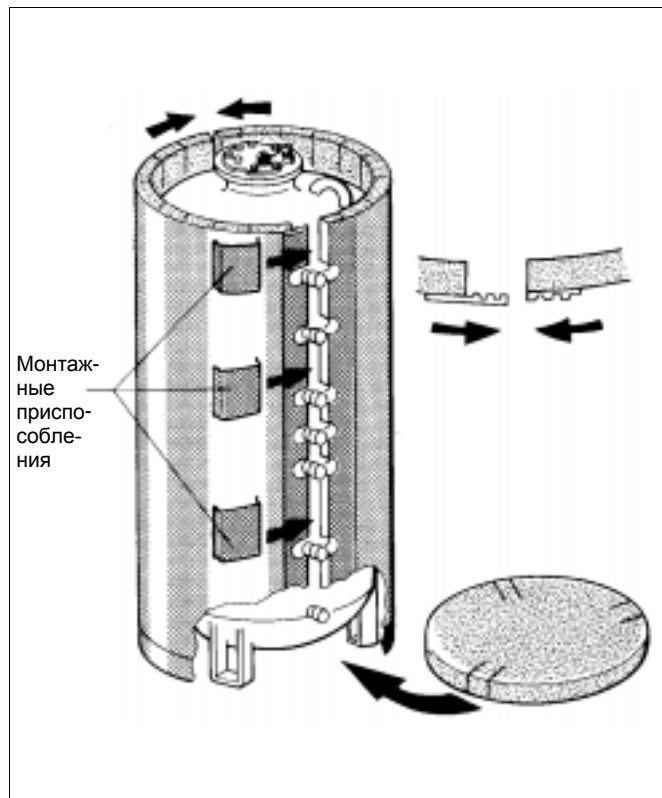

Рис. 7
- Теплоизоляционные круги с надрезами для ножек бойлера уложить на пол (рис. 7).
Планки с вырезами сначала надеть на соединительные штуцеры и закрепить монтажными приспособлениями (U-образными планками) (рис. 7).
- Обернуть теплоизоляционные маты вокруг бойлера так, чтобы штуцеры подключения попали в отверстия на матах (рис. 7).